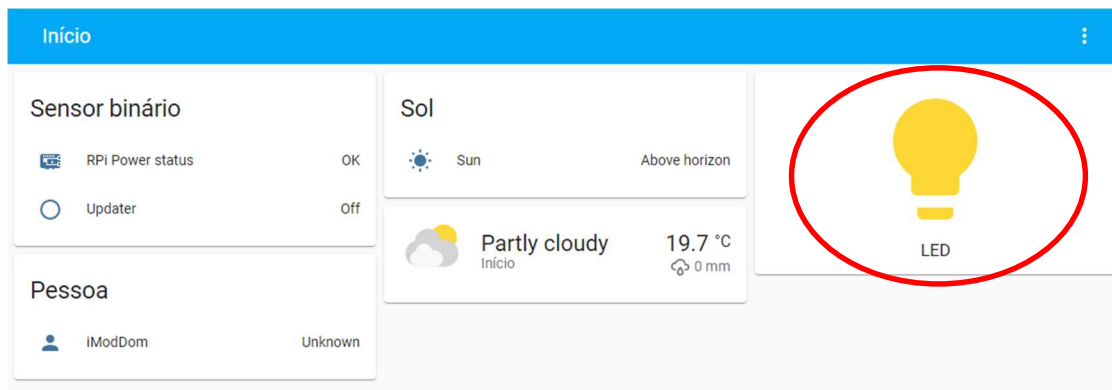

Figura 15 - Estado do LED
5. Como pode verificar, ao clicar no cartão do LED o estado do mesmo irá alterar (Figura 15).